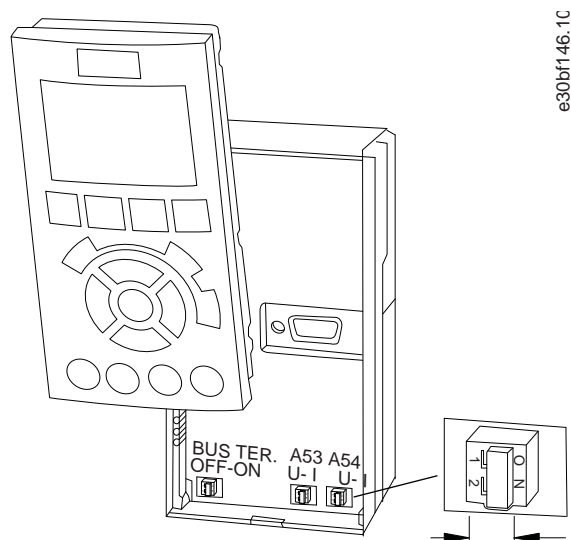

Рисунок 38: Расположение переключателей A53 и A54
4. Установите переключатели A53 и A54 в положение, соответствующее выбранному типу сигнала (U = напряжение, I = ток). См. Рисунок 38.